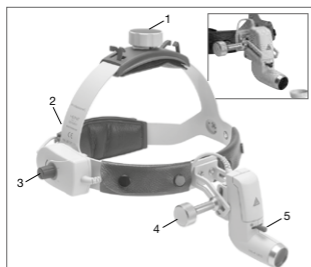

Fig. 4 Caschetto Professional L
Adattamento di **Caschetto Professional L** (vedi fig. 4): Per l'adattamento alla circonferenza cranica lo stringitesta può essere allargato o stretto ruotando la rotella superiore (1) e posteriore (2).
Selezione angolo e campo di visione (Fig.4)